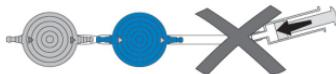

Fig. 25: Éviter une mise sous pression
- Il faut éviter une mise sous pression à l'aide d'une seringue à usage unique, aussi bien à l'extrémité proximale qu'à l'extrémité distale (Fig. 25).